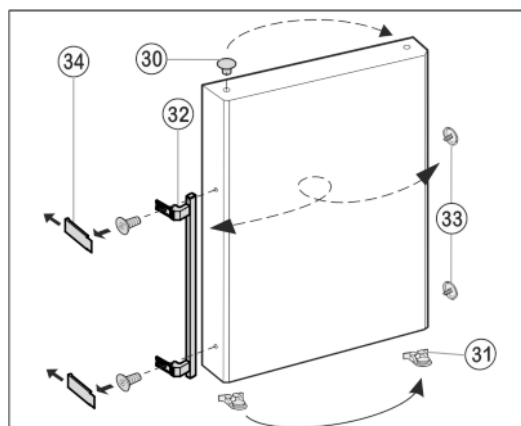

Fig. 12
- ▶ Vip proppen Fig. 12 (30) ud af dørlejbøsningen og flyt den.
- ▶ Afmonter dørhåndtag *Fig. 12 (32)*, prop *Fig. 12 (33)* og trykplader* *Fig. 12 (34)* og flyt dem til den modsatte side.